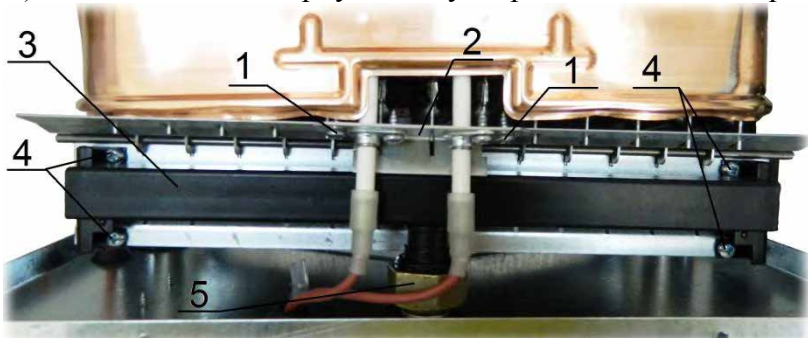

Рис. 17. Демонтаж коллектора
- 1) отвернуть два самореза 1 (см. Рис. 17) крепления пластины 2 со свечами и снять пластину;